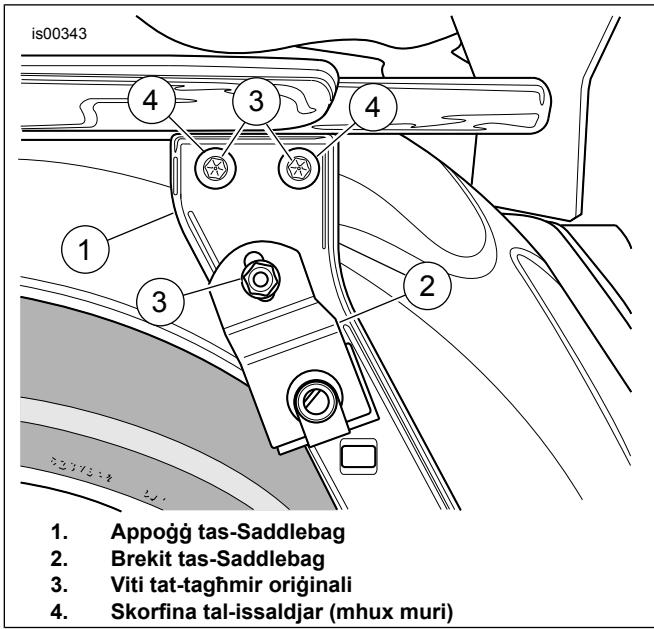

Figura 3. Viti tat-Tagħmir Originali (murija tan-naħha tax-xellug)
- Ara Figura 3. Neħħi u warra il-viti eżistenti (3) minn kull naħha tal-mutur.